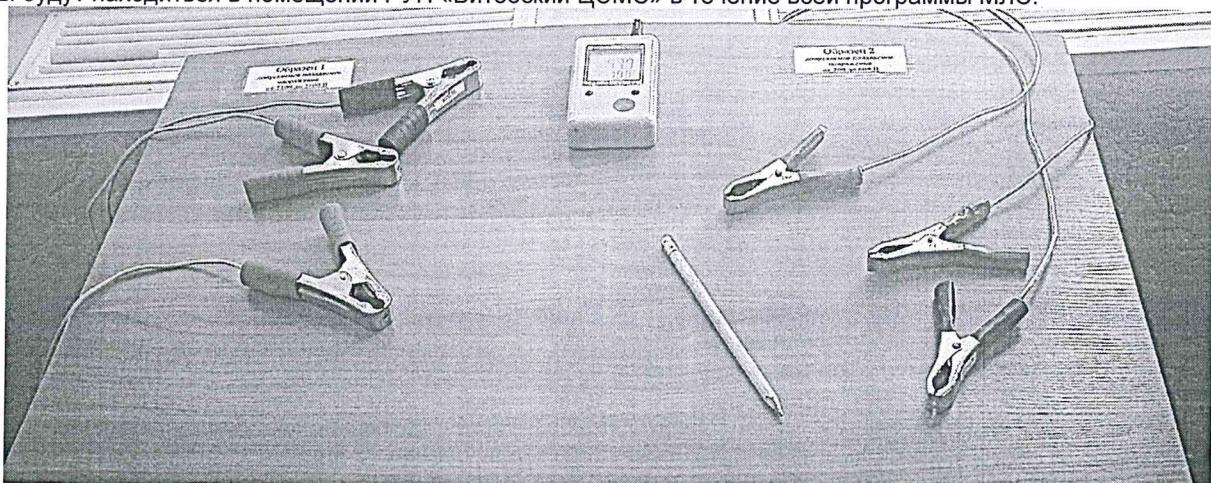

Рисунок 1.
1.1 Образцами для межлабораторных сличений (далее МЛС) VITCSMS-IC-E-01 «Измерение сопротивления изоляции» являются соединенные последовательно несколько высокоомных магазинов электрических сопротивлений с суммарным сопротивлением в диапазоне от 0,3 до 5 МОм у образца 1, и от 10 до 60 МОм у образца 2. Магазины размещены в опечатанном корпусе. Наружу выведены два провода от самого сопротивления и один экран (рис. 1). Суммарное электрическое сопротивление постоянному току измеряется с высокой точностью до и после и контролируется во время программы межлабораторных сличений специалистами Витебского ЦСМС. Образцы будут находиться в помещении РУП «Витебский ЦСМС» в течение всей программы МЛС.